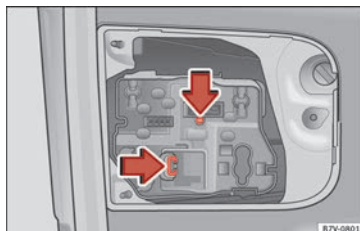

Abb. 218 In der Heckklappe: Lampenträger herausnehmen.
4. Verriegelungslaschen in Pfeilrichtung drücken » Abb. 218 und Lampenhalter herausnehmen.